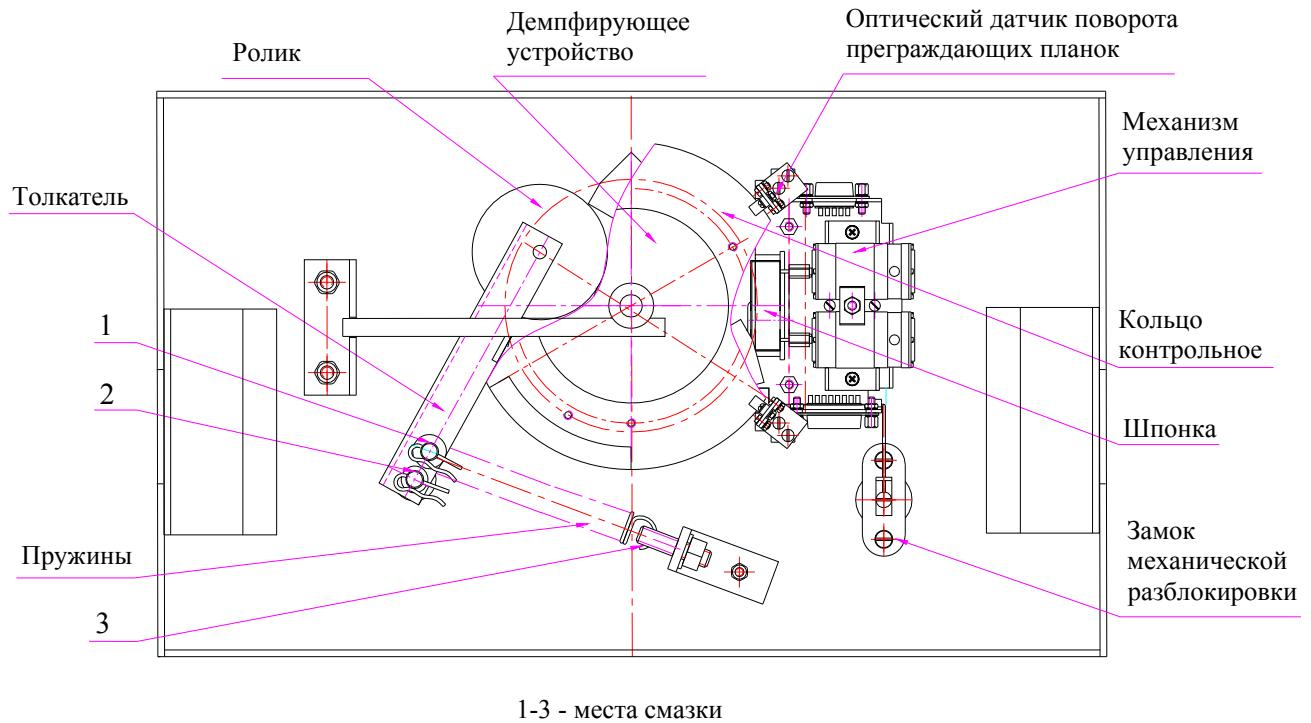

Рисунок 9 — Расположение внутренних деталей и узлов стойки КТС01.3
- снимите крышку (3) в порядке, указанном в разделе 6;
- осмотрите устройство поворота (толкатель, пружины и ролик), оптические датчики поворота преграждающих планок и демпфирующее устройство (см. рисунок 9);